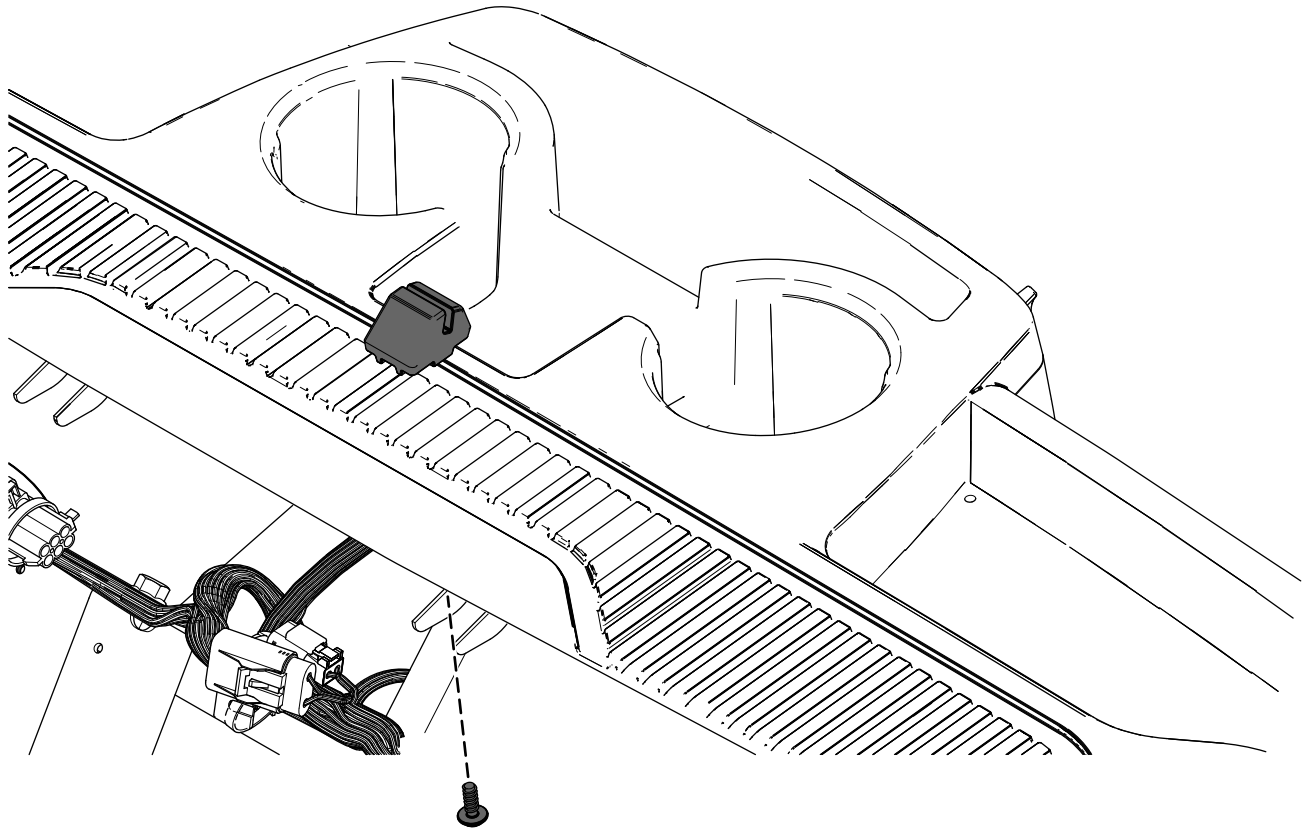

Bild 2
3. Befestigen Sie die mittlere Windschutzscheibenstütze mit der Deltapunktschraube an der Öffnung im Armaturenbrett (**Bild 2**).